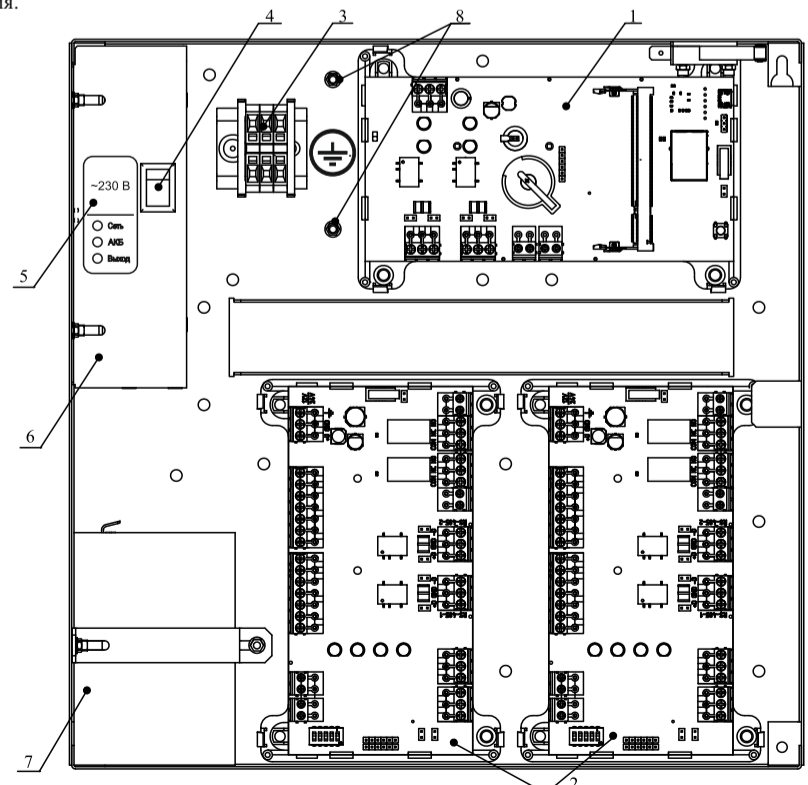

Рисунок 2 – Внутреннее устройство контроллера
5.2 Внутри корпуса контроллеров (рисунок 2) размещены: